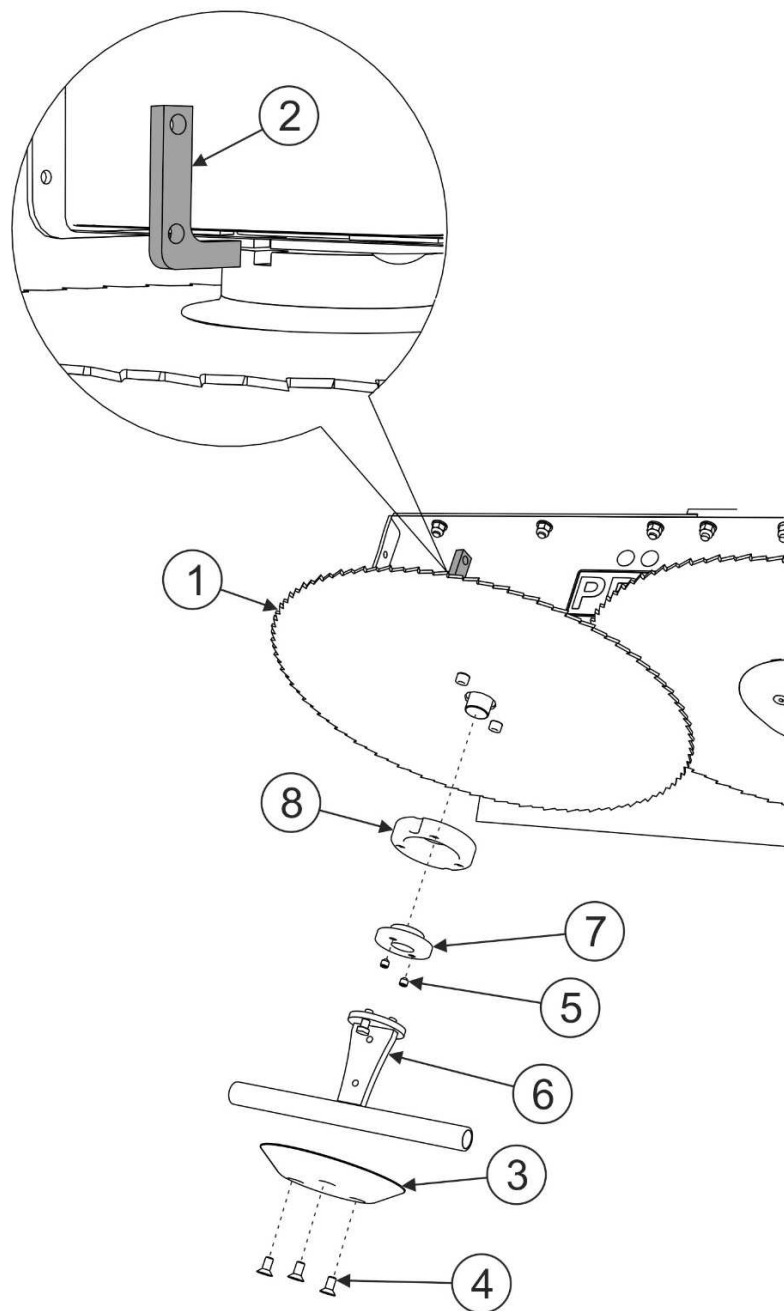

РИСУНОК 5.2 Замена режущих дисков
при демонтаже дисковой пилы нужно соблюдать следующую очередность операций (РИСУНОК 5.2):
(1)- дисковая пила; (2)- ключ I; (3)- защитная крышка; (4)- болты крепления крышки; (5)- прижимные винты; (6)- ключ II; (7)- прижимная гайка; (8)- прижим;
При замене пилы (1) (РИСУНОК 5.2) необходимо обращать внимание на состояние прижимной гайки (7), крепящей дисковую пилу к валу. Поврежденную гайку крепления пилы необходимо заменить новой такого же типа.